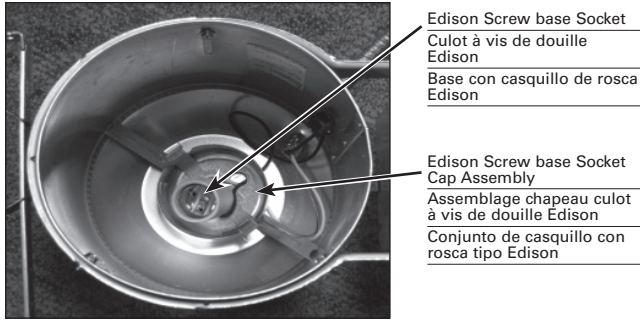

Figure 1.
1. Verifique que el suministro eléctrico esté desconectado. Corte los cables negro, blanco y de conexión a tierra en el conjunto del casquillo de rosca Edison. (Fig. 1)